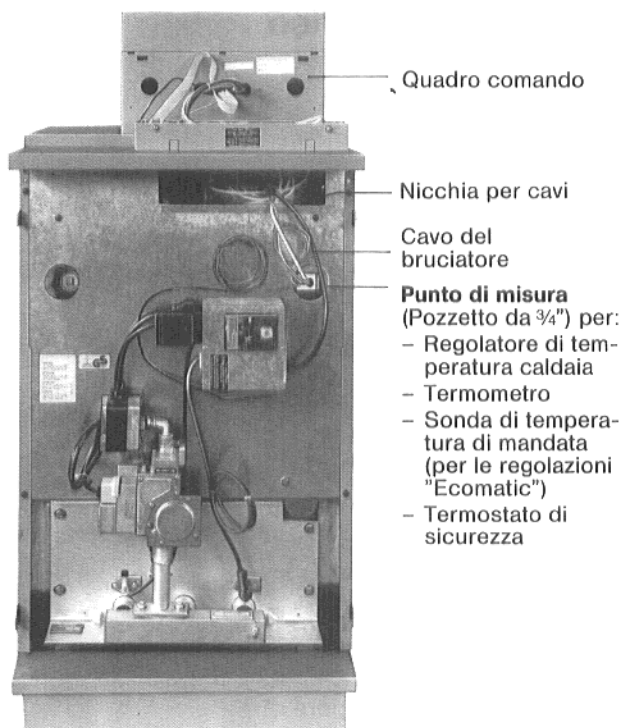

Fig. 9
7. Porre il quadro comando sul coperchio posteriore della caldaia (Fig. 9).
8. Srotolare i capillari delle sonde di temperatura quanto sufficiente per giungere ai punti di misura (pozzetti) (Fig. 9).
9. Inserire la sonda, a fondo, nella guaina (pozzetto) (Fig. 9).
12. Spingere la lunghezza eccedente dei capillari e dei cavi nell'apertura sotto il coperchio caldaia (Fig. 9).